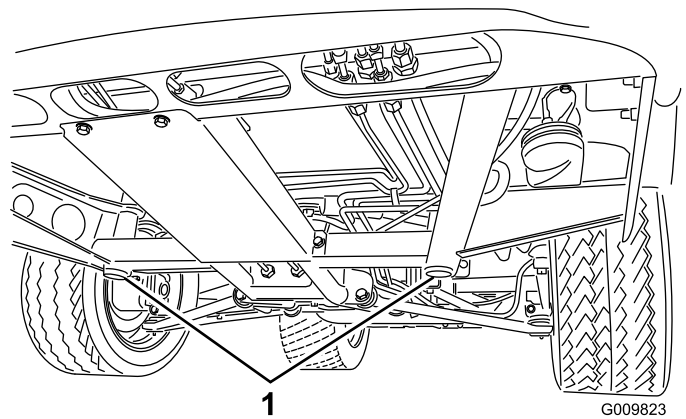
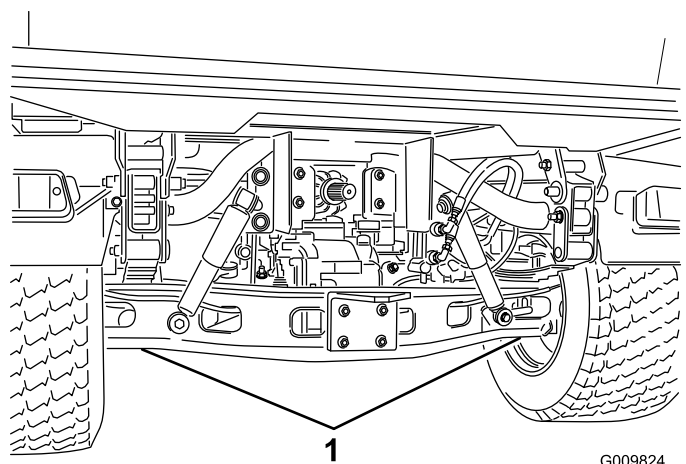

Bild 38
Bild 39
- Die Hebestelle befindet sich vorne am Fahrzeug unter der vorderen mittleren Rahmenstütze (Bild 38) und hinten unter der Achse (Bild 39).